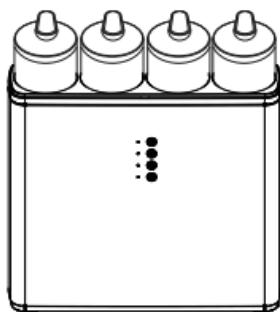

Fig. 5
4. Ripetere le operazioni sopra descritte per inserire le altre cartucce (Fig. 5).